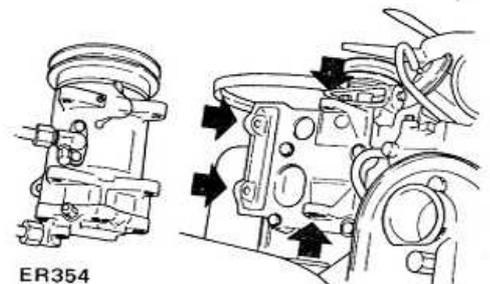

Fig. ER-4 Eloignement du compresseur du moteur
- Déposer les boulons de fixation du compresseur et déplacer le compresseur vers l'aile pour faciliter la dépose du moteur. Voir figure ER-4.